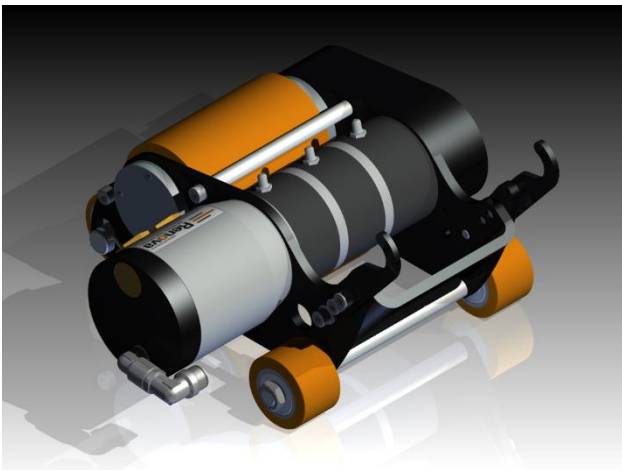

fig. 1
1. Situazione iniziale dopo la rimozione dalla scatola (fig.1)